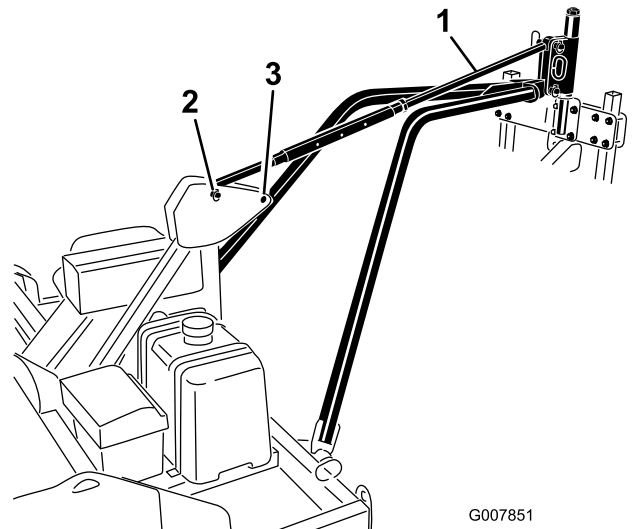

図 14
5. 牽引アームヒッチプレートの穴を、エアレータのヒッチピボットの下側の穴に合わせる 図 14。
8. ヒッチピンとリンチピンを使って、ピッチコントロールリンクを、エアレータのヒッチピボットの上穴とフレームヒッチピボットに固定する 図 14。